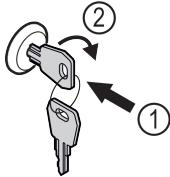

Fig. 160
- Πιέστε μέσα το κλειδί Fig. 160 (1).
- Περιστρέψτε το κλειδί 90° δεξιόστροφα Fig. 160 (2).